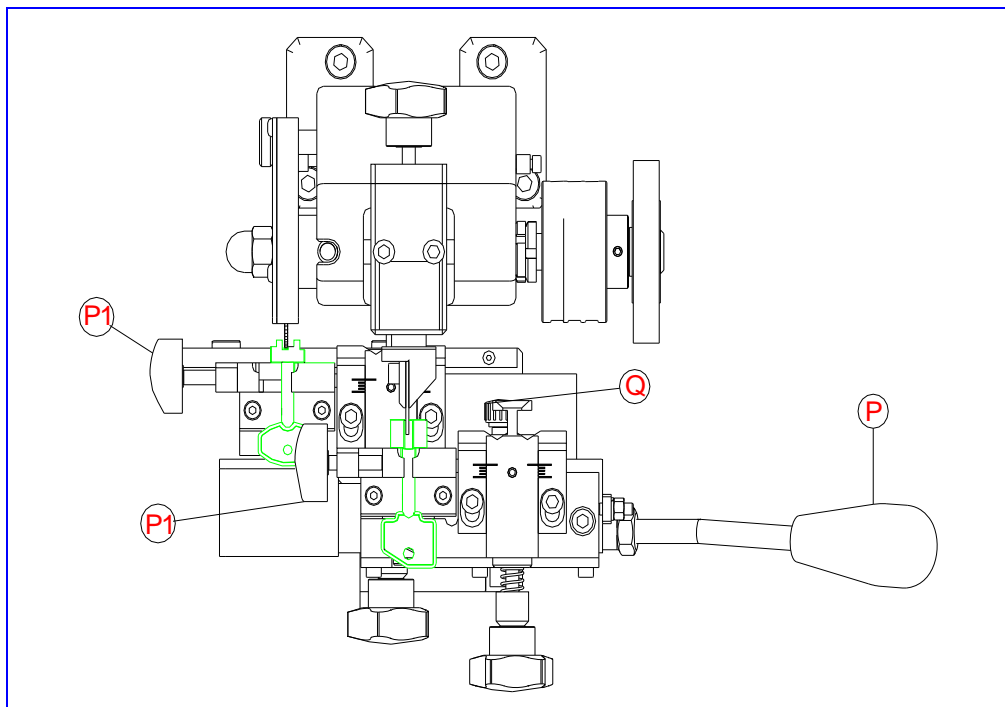

Fig.4
- Soltar los pomos (15) y alinear la segunda posición del carro (R2) con la referencia (S).
- Introducir las llaves en las mordazas, teniendo cuidado en que el paletón de la llave apoye sobre el tope frontal de la mordaza, según se aprecia en la Fig.4. Una vez introducido la llave amarrar las llaves girando los pomos(P1).
- Poner la máquina en marcha y sosteniendo el carro por medio de la palanca, acercar las llaves hacia el índice copiador (I) y la fresa (F).
- Recomendamos que se ha de trabajar pausadamente, sin forzar la fresa. El duplicado se consigue moviendo la mordaza con movimientos verticales, para ello se debe mover la varilla (Q) hacia arriba y con la palanca (P) mover la mordaza verticalmente.